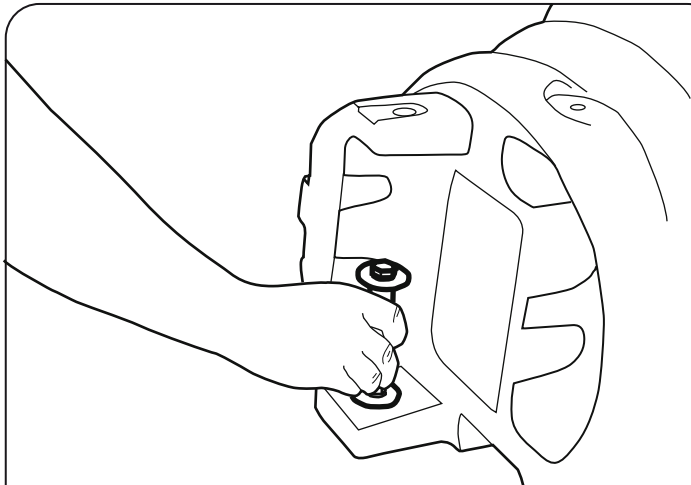

Abbildung 6
Platzieren Sie die „Raupe™“ in die von Ihnen ausgewählte Position und stellen Sie sicher, dass der Boden flach ist. Entfernen Sie vorsichtig alle Teile, außer dem Kopf. Nun kennzeichnen Sie den Boden durch die Mitte der Befestigungslöcher (siehe Abbildung 6) des Kopfes. Entfernen Sie jetzt den Kopf. Nun bohren Sie die gekennzeichneten Löcher mit einer Tiefe von 85mm.
SCHRITT 3 Platzieren Sie nun den Kopf und setzen Sie die Fixierung 1 (ein Hammer ist vielleicht erforderlich) in das innere Befestigungsloch (Abb. 6) ein. Wenn der Kopf sich in der richtigen Position befindet, ziehen Sie die Schraube mit Hilfe eines 17mm Schraubenschlüssels fest.